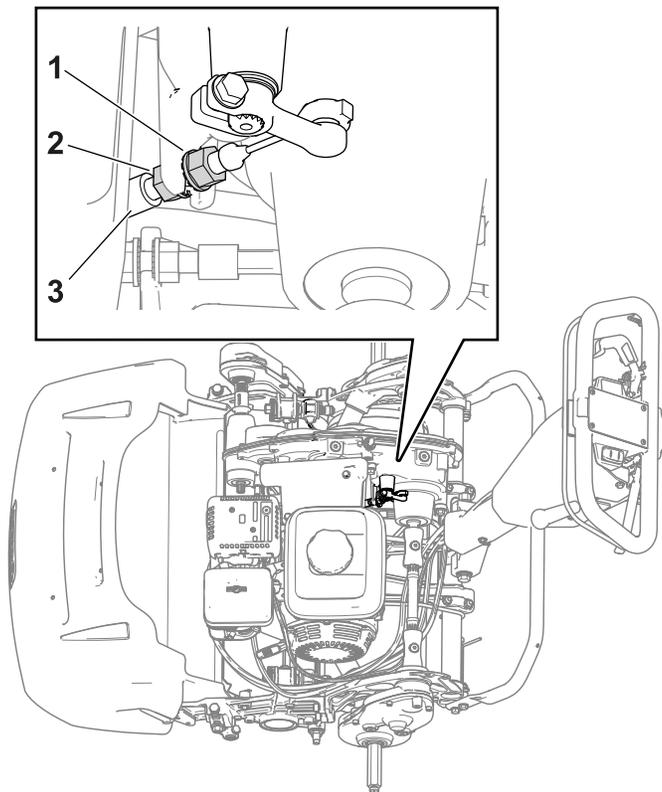

Figure 37
- Pour augmenter la tension du câble, desserrez l'écrou de blocage avant du câble et serrez l'écrou de blocage arrière (Figure 37). Répétez l'étape 2 et réglez à nouveau la tension si nécessaire.
- Pour diminuer la tension du câble, desserrez l'écrou de blocage arrière et serrez l'écrou de blocage avant du câble (Figure 37). Répétez l'étape 2 et réglez à nouveau la tension si nécessaire.